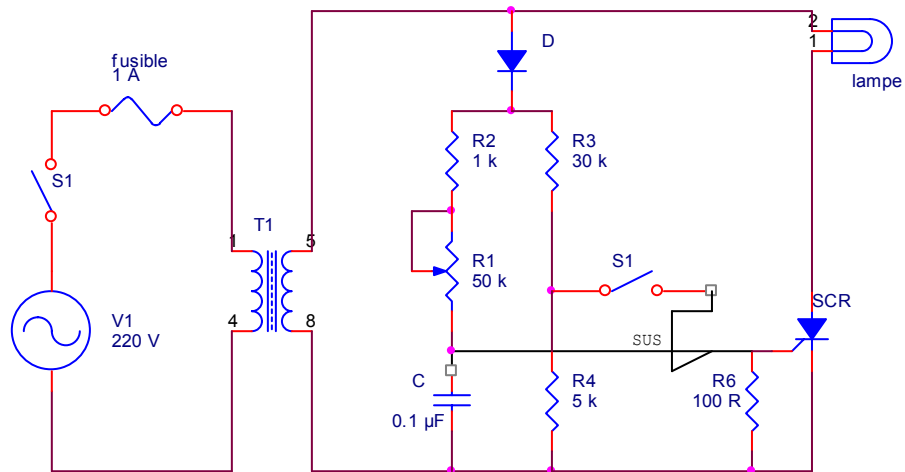

Figure 8-1 : Gradateur de lumière.
- 2. Montez le circuit de la figure 8-1 en maintenant S1 et S2 ouverts. Ajustez le potentiomètre en position centrale.*